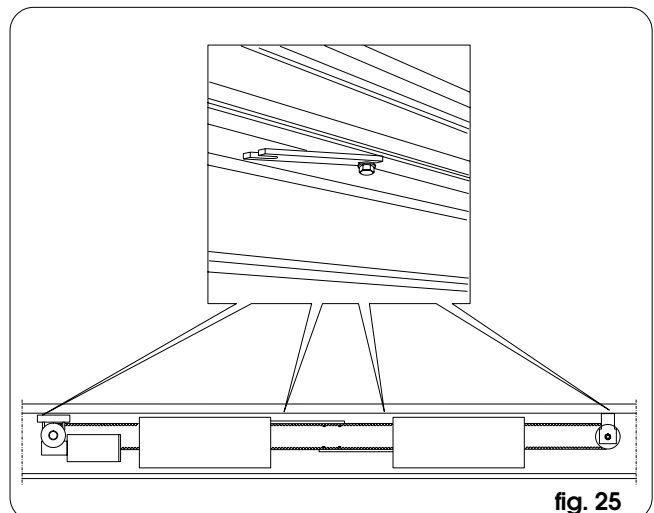

fig. 25
- Visser partiellement les 4 pattes à l'extrémité percée en utilisant 4 vis tirantes en en prévoyant le positionnement, une fois le module d'actionnement introduit, d'après la fig. 25.